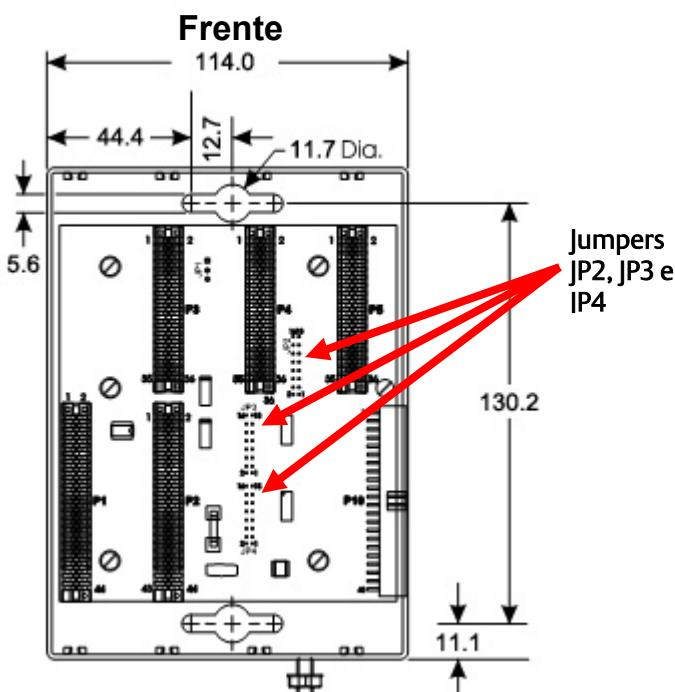

Figura 2. Dimensões do invólucro de base com 4 slots do ControlWave Micro (em milímetros)
- Invólucro de base.** Posicione-o, como desejado, dentro da placa de montagem do invólucro e localize os furos de montagem da placa, usando o ControlWave Micro como modelo. Consulte a *Figura 2* para saber as dimensões. Perfure e cubra os orifícios dentro da placa de montagem. Coloque o ControlWave Micro sobre os orifícios cobertos e prenda-o à placa com quatro parafusos (não fornecidos). Aperte os parafusos com torque de aproximadamente 1,1 a 1,4 N·m.
Nota: Se você estiver prendendo um invólucro de expansão a um invólucro de base com 4 ou 8 slots, retire as três terminações de barramento (JP2, JP3 e JP4, mostradas dentro da *Figura 2*) do backplane do invólucro de base com 4 ou 8 slots.
Os invólucros de base têm um terminal de aterramento (consulte a *Figura 2*) que acomoda um fio de até 5,19 mm (4 AWG). Após instalar o invólucro de base e todos os invólucros de expansão e **antes** de instalar todos os módulos nos invólucros